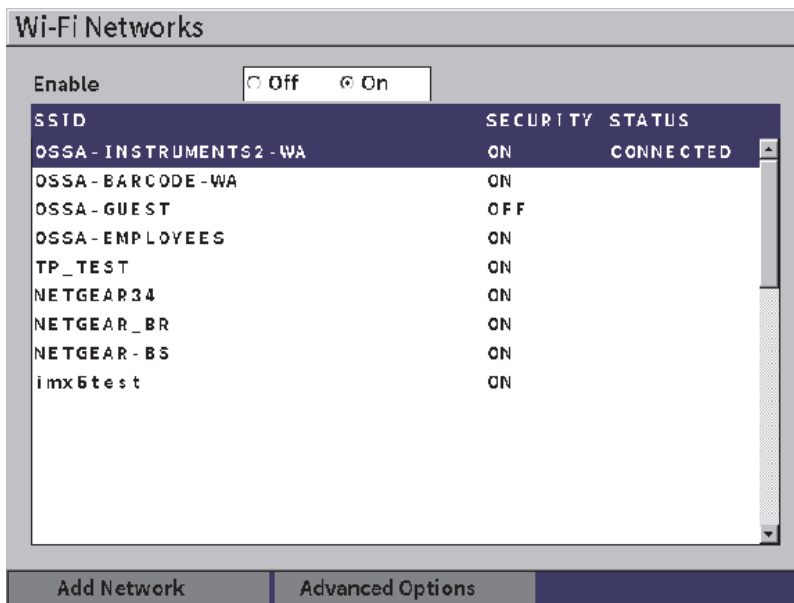

Рис. 10-1 Страница настройки сети WLAN
2. Выберите значок **WLAN** () , чтобы открыть страницу настройки **Сети WLAN** (см. Рис. 10-1 на стр 170).